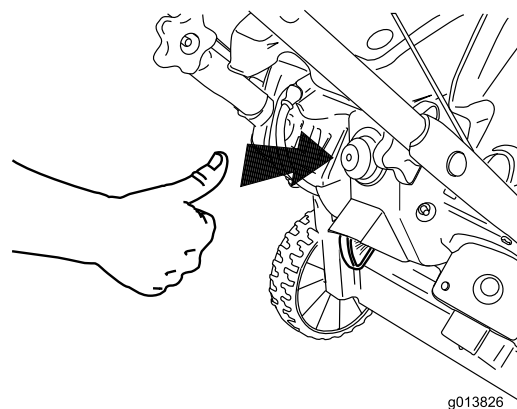

Figure 17
3. Appuyez fermement à 2 reprises sur l'amorçeur avec le pouce, en marquant une pause d'une seconde chaque fois (Figure 17).